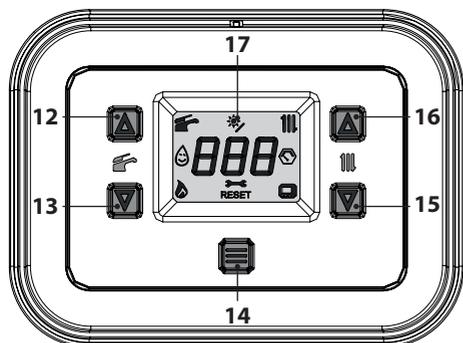
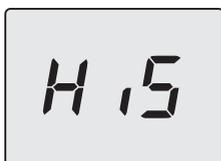

Figura 7.3
Figura 7.4
- Entrare in "modalità programmazione" premendo contemporaneamente per 5 secondi i tasti 13 e 15 (Figura 7.3) fino a far apparire sul display LCD le lettere **HiS** che indicano il menu "Storico delle caldaie" (Figura 7.4).